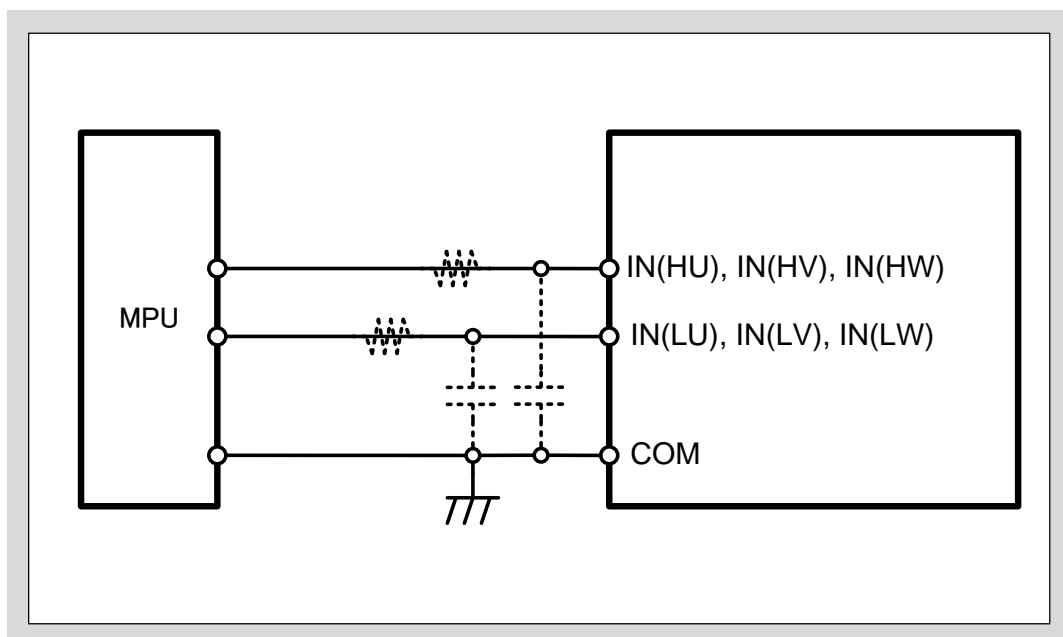
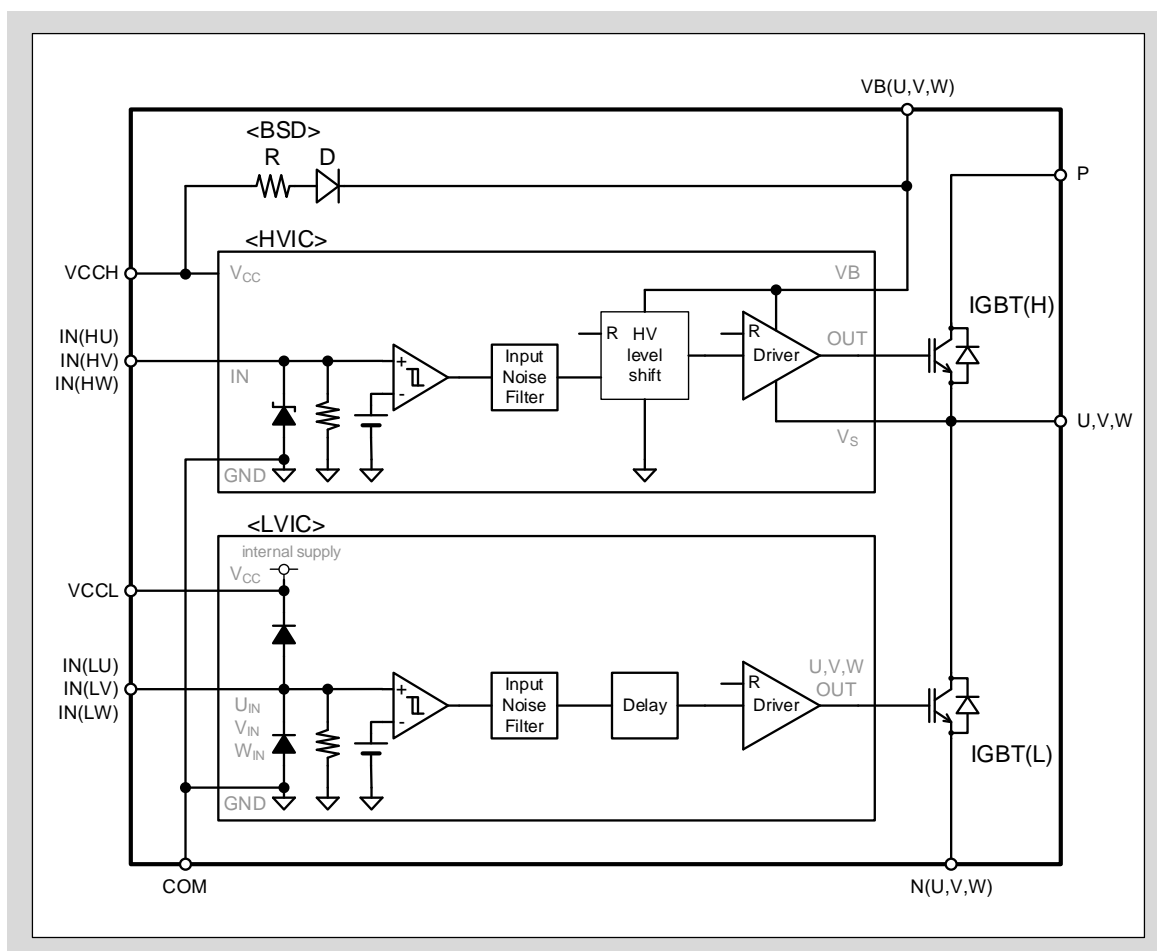

図3-15 IN(HU, HV, HW), IN(LU, LV, LW)端子とMPU I/Oとの推奨接続回路
図3-16 入力端子 IN(HU, HV, HW), IN(LU, LV, LW) 回路
- 図3-15にMPUと本製品の接続例を示します。入力端子は直接MPUに接続することができます。入力端子にはプルダウン抵抗を内蔵しており、外付けプルダウン抵抗をつける必要はありません。また、入力端子はハイアクティブ動作であるため、外付けプルアップ抵抗をつける必要もありません。
- 信号配線が長くノイズが重畳する場合は、図3-15に点線で示すRCフィルタ回路で除去してください。RとCの定数は、PWM制御方式やプリント基板の配線パターンに応じて調整してください。
- 本製品の入力端子はハイアクティブ動作です。この動作論理により、入力信号は制御電源の立上げ・立下げシーケンスにおいて制限が無いため、システムとしてフェイルセーフとなります。また、図3-16に示すように、入力端子にはプルダウン抵抗を内蔵しているため、外付けプルダウン抵抗を必要とせずシステムの部品点数を減らすことができます。さらに入力閾値電圧を低く設定していることにより3.3V電源のMPUに直接接続できます。
- MPUと本製品の入力端子間に外付けフィルタ抵抗を接続する際には、図3-16に示す入力端子のプルダウン抵抗を考慮して、入力端子電圧が入力閾値電圧以上になるよう設計してください。(例:図3-15の点線で示した部品の場合、 $R=100\Omega$, $C=1000\text{pF}$)
- 図3-16に示すようにVCCL-IN(LU, LV, LW)とIN(HU, HV, HW, LU, LV, LW)-COM端子間にダイオードが接続されています。これらのダイオードは本製品をサージ入力から保護するためのものであるため、電圧クランプダイオードとして使用しないでください。本製品が破壊する恐れがあります。